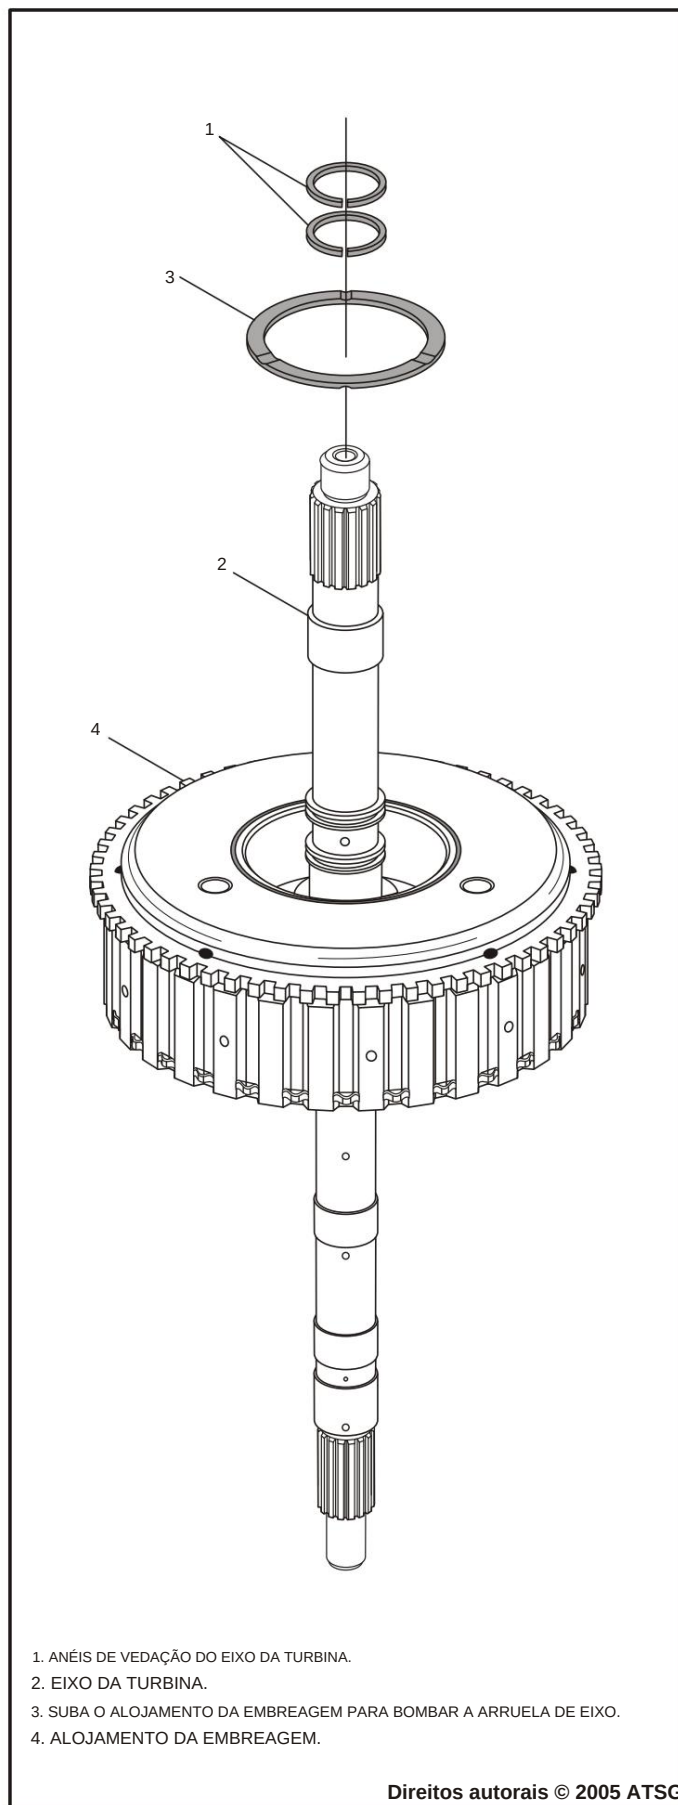

Figura 120
20. Instale a arruela de encosto número 1, conforme mostrado na Figura 120, e fixe com Trans-Jel®.
21. Instale dois novos anéis de vedação do eixo da turbina, conforme mostrado na Figura 120, e garanta a rotação.